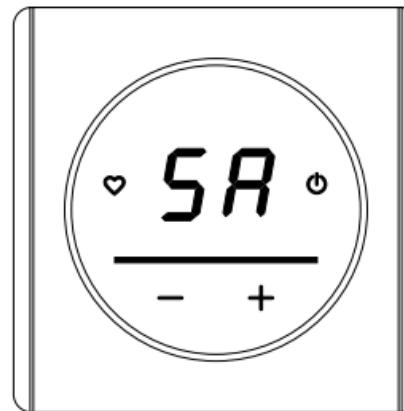

Abb. 10
6. Mit den Tasten "+" und "∅" am Temperaturregler 3 Sekunden lang gedrückt, aktivieren Sie den EZ Config-Modus am Regler. Mit den Abständen von 0,5 Sekunden die Taste "∅" beginnt rot zu blinken und auf dem Display erscheinen die Symbole „SC“ (Abb. 10).